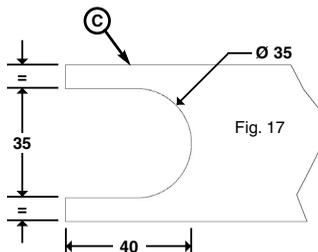

Fig. 17
- Lavorare il traverso inferiore **C** secondo lo schema indicato al lato della bandiera (Fig. 17).